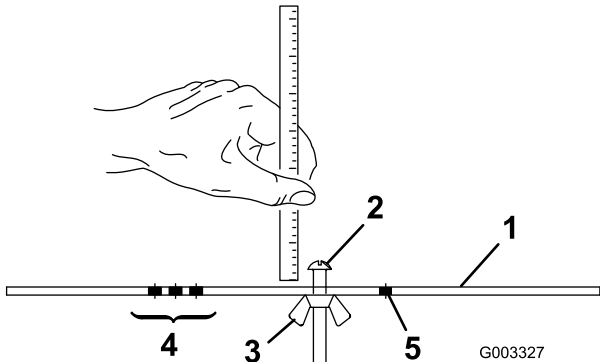

图20
2. 松开调刀尺上的螺母（图20），并将调节螺丝设定为所需的剪草高度。螺丝头底部与调刀尺表面之间的距离就是剪草高度。